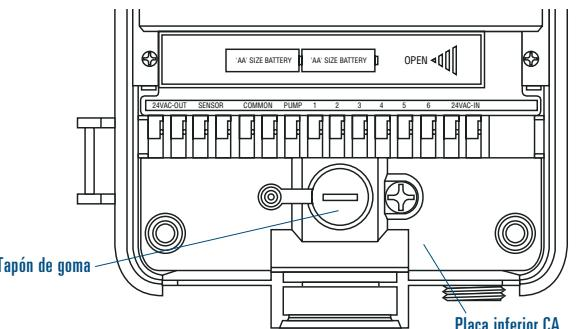

Ilustración A2: Placa inferior CA
- Extraiga el tapón de goma de la "Placa inferior CA". [Ilustración A2]